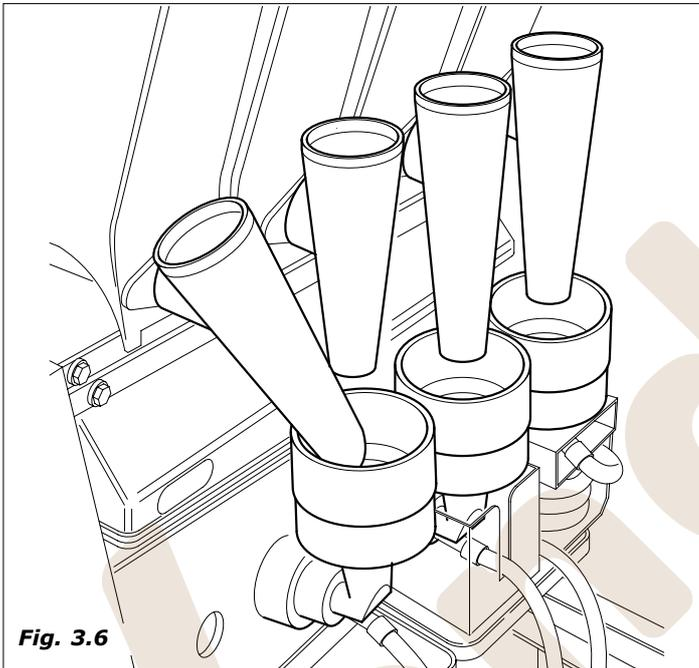

Fig. 3.6
- primero se activa el motor de la batidora (*Fig.3.6*).